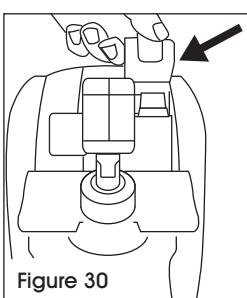

Figure 30
3. Décrochez les bornes du bloc-piles et le retirer. Remplacez les six (6) piles AA usagées par des piles neuves. (Voir Figure 30)